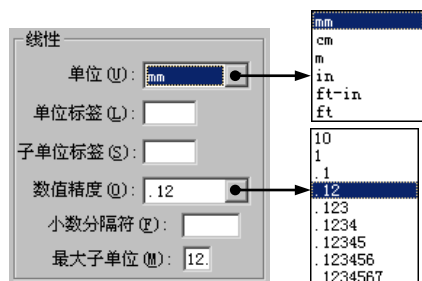

图 8.3.20 “线性”区域
- ☒ **单位(U):** 下拉列表：用于选择线性尺寸的换算单位，选择不同单位制后，系统会自动进行尺寸数值的换算（图 8.3.20）。